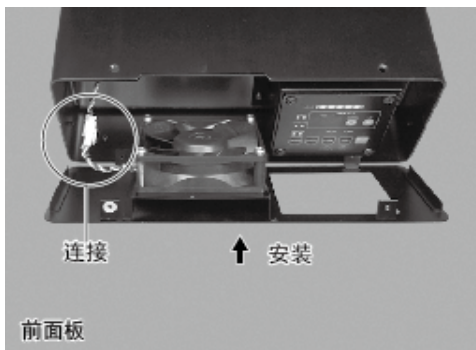

图45
- (11) 连接风扇线连接器（图45）。
- (12) 将前面板重新安装到控制器的主机上（图45）。